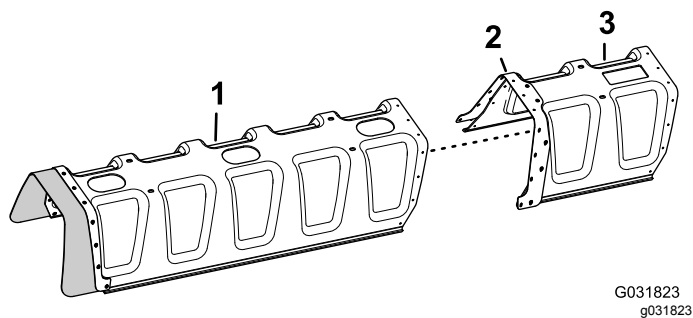

Figura 232
3. Alinee los orificios de la pletina de refuerzo (dos filas) de la extensión de la cubierta con los orificios del extremo de la cubierta de brazo de 11 boquillas (Figura 232).